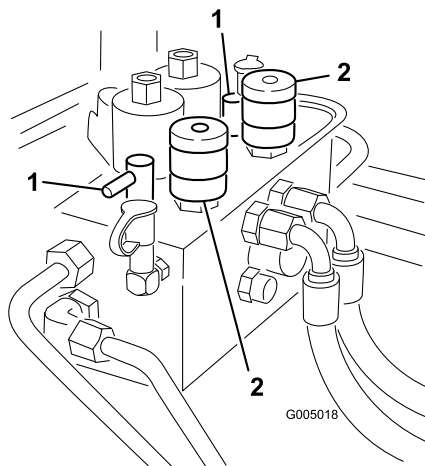

Figura 83
3. Individuate le manopole di selezione della velocità dei cilindri e le manopole di lappatura (Figura 83). Girate in posizione di lappatura la manopola (o manopole) di lappatura pertinente, e la manopola (o manopole) di selezione della velocità dei cilindri in posizione 1.